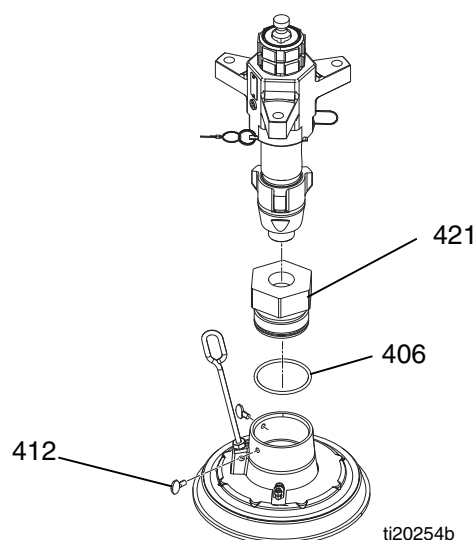

FIG. 15
1. Aplique grasa en la junta tórica (406) y móntela en el adaptador del plato (421). Consulte FIG. 15.
2. Aplique sellador de tubos a la rosca de entrada de la bomba y enrósquela en el adaptador (421).
3. Afloja los tornillos de mariposa (412) y baje con cuidado la bomba en el plato.
4. Apriete los tornillos mariposa (412) para asegurar el plato en el adaptador.